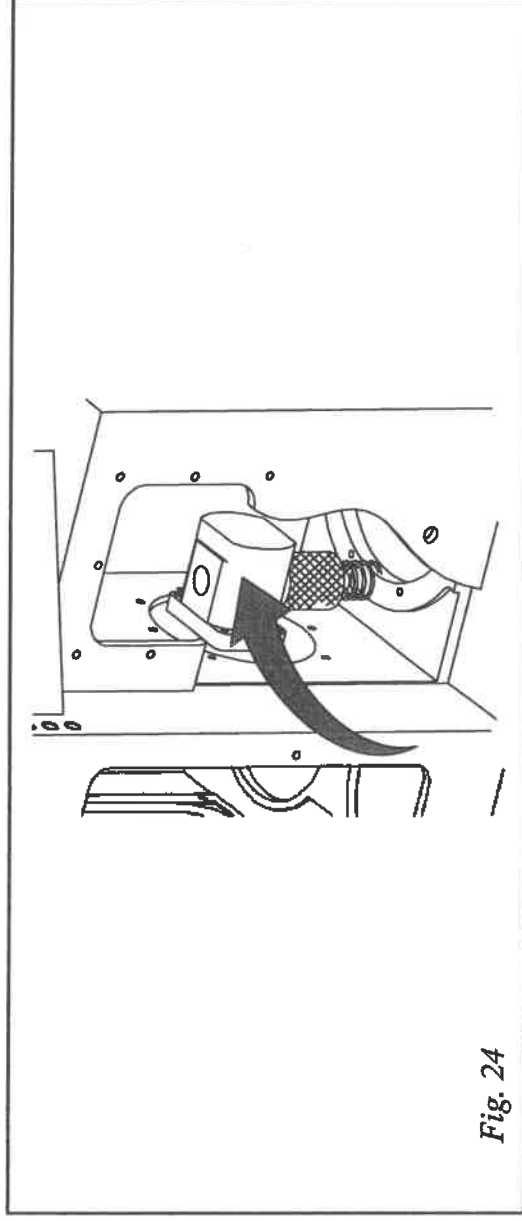

Fig. 24
b) Vérifier en outre qu'il n'y ait pas de pertes d'huile en pression du corps pompe (code 02001640, tav. 4) (Fig. 24).